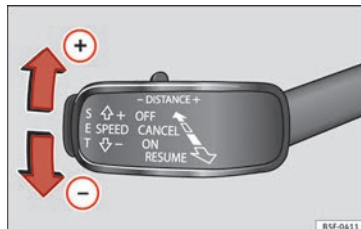

Bild 198 Till vänster om rattstången: Tredje spaken för användning av den adaptiva farthållaren.
- Tryck på **SET** » **bild 198** för att programmera aktuell hastighet.
- För att öka eller sänka hastigheten steg för steg, tryck spaken upp/ner kort » **bild 198**.